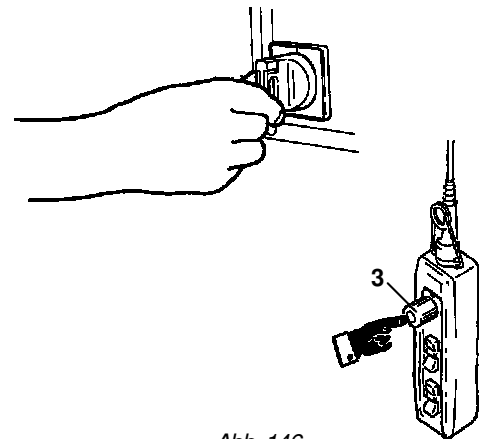

Abb. 146
2. Unterbrechen Sie die Betriebsspannung des E-Zugs, indem Sie den Not-Aus-Taster -3- drücken und den Hauptschalter auf "O" oder "OFF" stellen. Begeben Sie sich unter den nötigen Sicherheitsvorkehrungen in den Arbeitsbereich und bewahren Sie die Druckknopftafel in der Höhe auf, um zu vermeiden, dass sie vom Boden aus betätigt werden kann (Abb. 146).